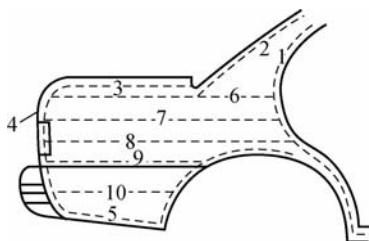

图 8-76 后翼子板的喷涂顺序
(3) 后翼子板。首先喷涂边缘, 然后站在面板的中间, 以一个长的连续的行程喷涂面板。如果无法一次完成, 就将这个区域分成两个部分。使用这种方法时, 一定要特别注意中间的重叠。如果重叠的涂料太多, 将会发生垂挂。后翼子板的喷涂顺序如图8-76所示。